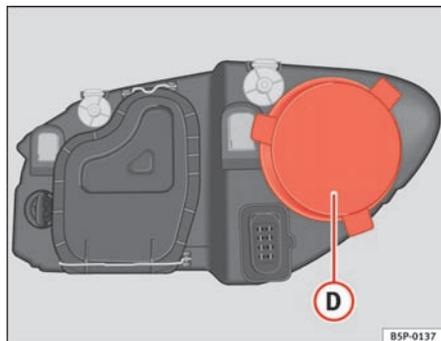

Fig. 169 Luz de población
- Retire la tapa ⇒ fig. 169 **D** tirando de la misma.